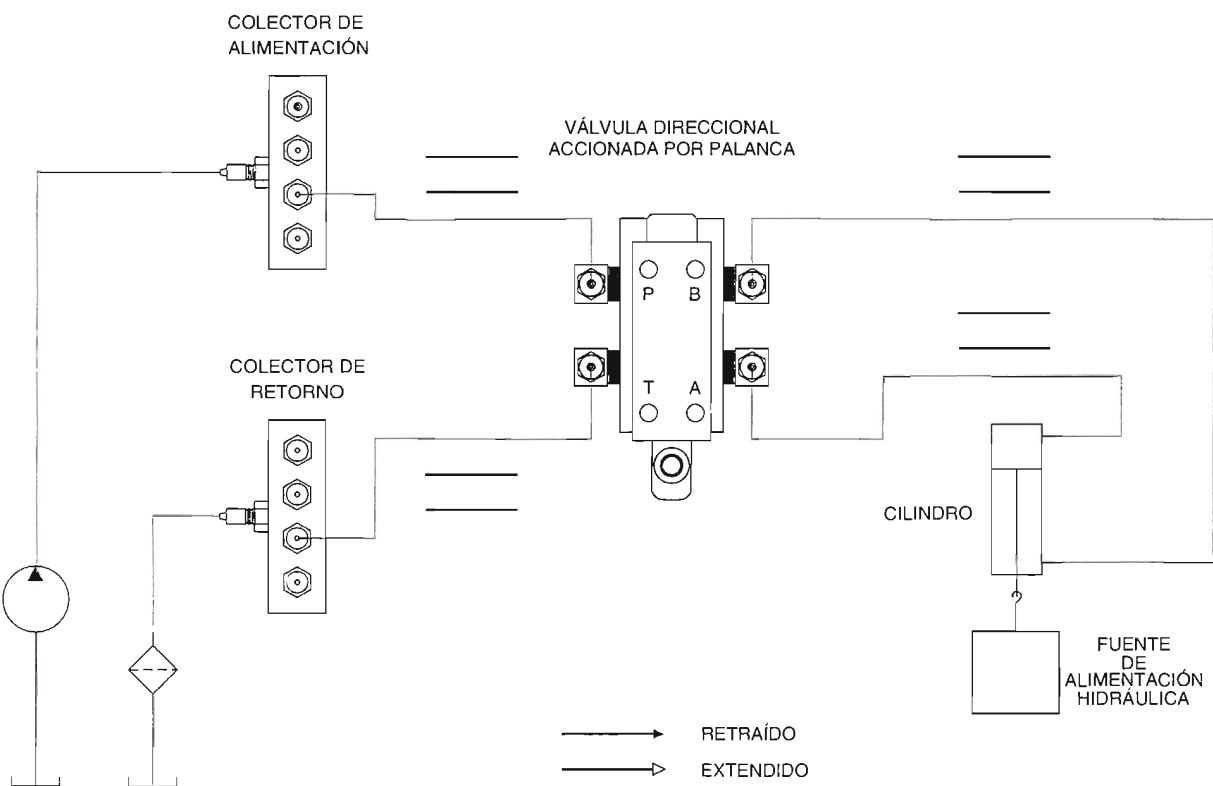

Figura 1-28. Circuito para la pregunta de repaso 3.
3. La Figura 1-28 muestra el circuito que utilizó en este ejercicio (sin la válvula de alivio y la válvula de control de flujo). Dibuje cabezas de flecha en las líneas de la Figura 1-28 para mostrar la dirección del flujo en su circuito. Utilice cabezas de flechas como se ilustra en el diagrama.